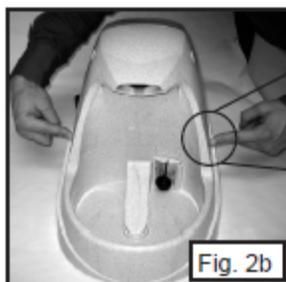

Fig. 2b
- 5) Retire la caja del filtro presionando ligeramente de cada lado de la fuente, donde la curva se junta con la unión. Levántelo suavemente. (Fig. 2b-d)